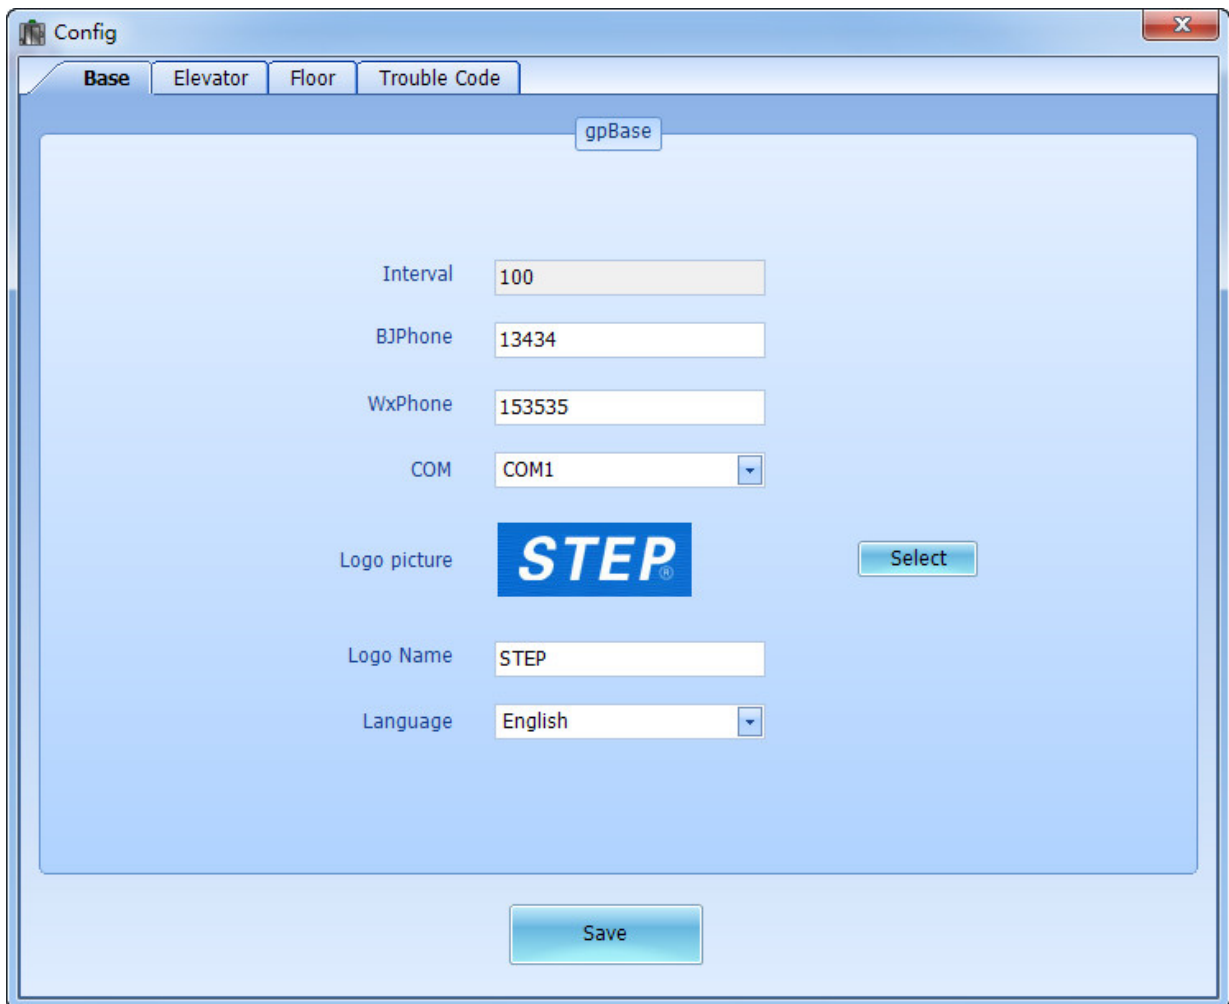

Fig. 4.3.2
- 그림과 같은 설정 화면이 나온다. Fig. 4.3.2 참조
➤ Fig.4.3.2 의 기본 설정 인터페이스 화면이 뜬다..